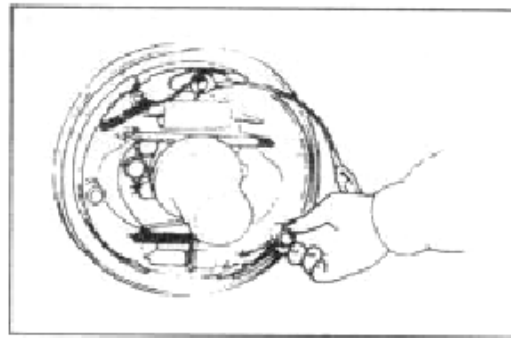

Рис. 6-23
(5) Используйте E-образное стопорное кольцо, чтобы закрепить тросик стояночного тормоза.
(6) Смонтируйте тормозную колодку на нижнюю пластину, используя фиксирующую пружину. Нижняя часть вспомогательной колодки должна быть смонтирована при помощи фиксирующей пружины после установки шайбы, манжеты и регулировочного рычага, чтобы прижимное седло находилось в отверстиях тормозной колодки и регулировочного рычага. (Рис. 6-23).